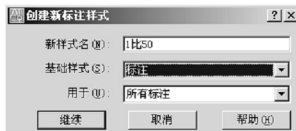

图 5.57 建立 1 : 50 标注样式
(1) 字体。一般字体高度为 $3.5\text{mm} \times 50 = 175\text{mm}$, 如“ $\phi 8@200$ ”。图名字体高度为 $7\text{mm} \times 50 = 350\text{mm}$, 图名旁边的比例字体高度为 $5\text{mm} \times 50 = 250\text{mm}$ 。
(2) 圆圈。钢筋编号圆圈的直径为 $6\text{mm} \times 50 = 300\text{mm}$, 钢筋编号圆圈内的字高为 $5\text{mm} \times 50 = 250\text{mm}$ 。定位轴线圆圈的直径为 $10\text{mm} \times 50 = 500\text{mm}$, 定位轴线圆圈内的字高为 $5\text{mm} \times 50 = 250\text{mm}$ 。
(3) 标注样式。以【标注】样式为基础样式 (图 5.57) 建立 1 : 50 的标注样式, 由于【标注】是 1 : 100 的标注样式, 所以只需将【调整】选项卡内的【使用全局比例】修改为“50”即可。